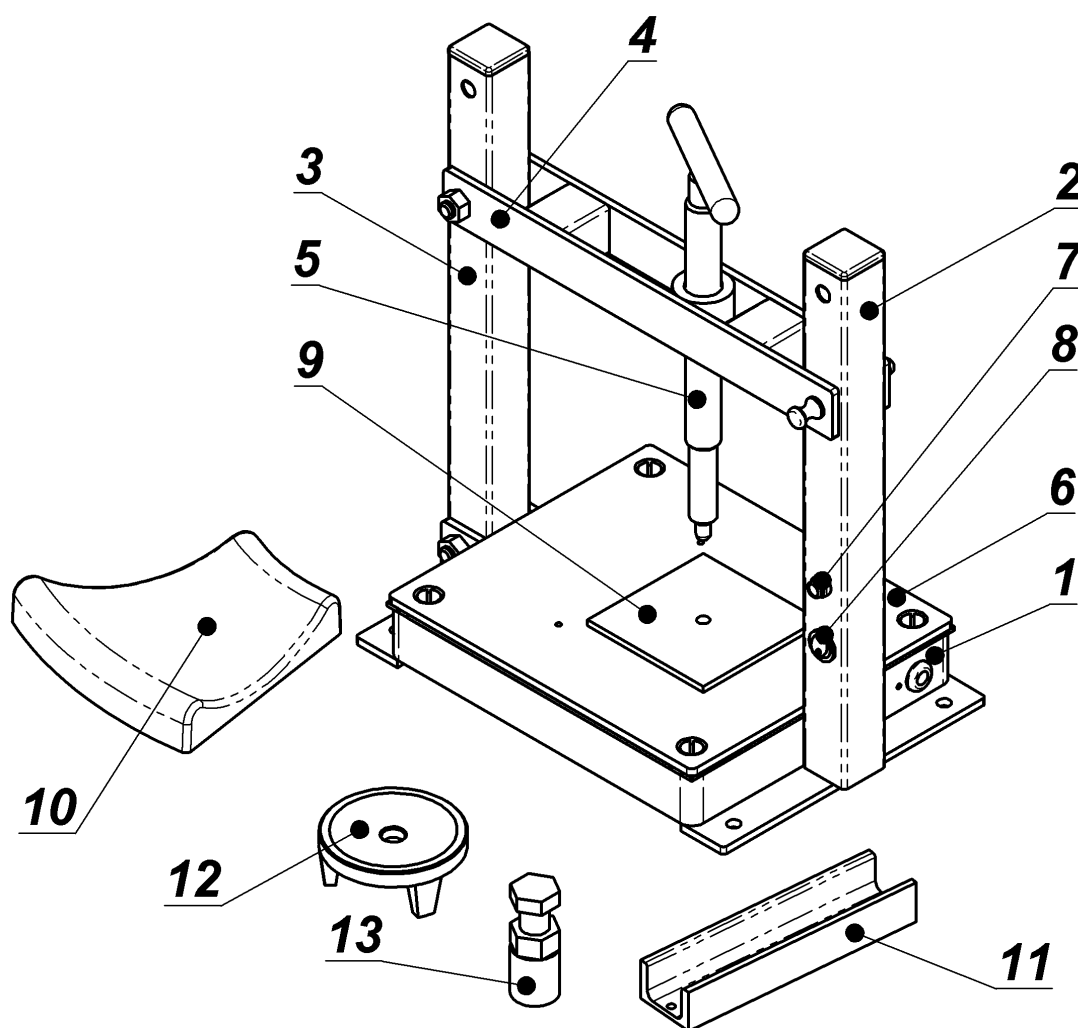

Рис. 1 Общий вид электровулканизатора
4.1 Электровулканизатор (рис. 1) состоит из корпуса 1 с закрепленной на нем стойкой 2, подвижной стойки 3, переключины 4, нажимного винта 5 и плиты 6, привернутой к корпусу 1 через теплоизолирующие прокладки.
Для вулканизации камер установить перекладину 5 в положение, указанное на рис. 1.